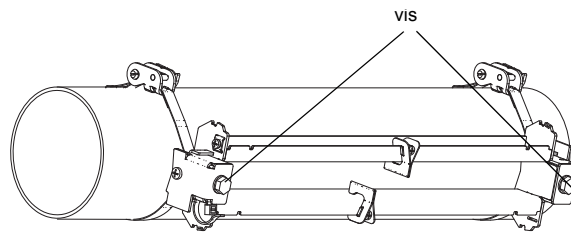

Fig. 9.44: Rail sur la conduite
- Placez le rail sur les pinces pour sangle de fixation (voir Fig. 9.44).